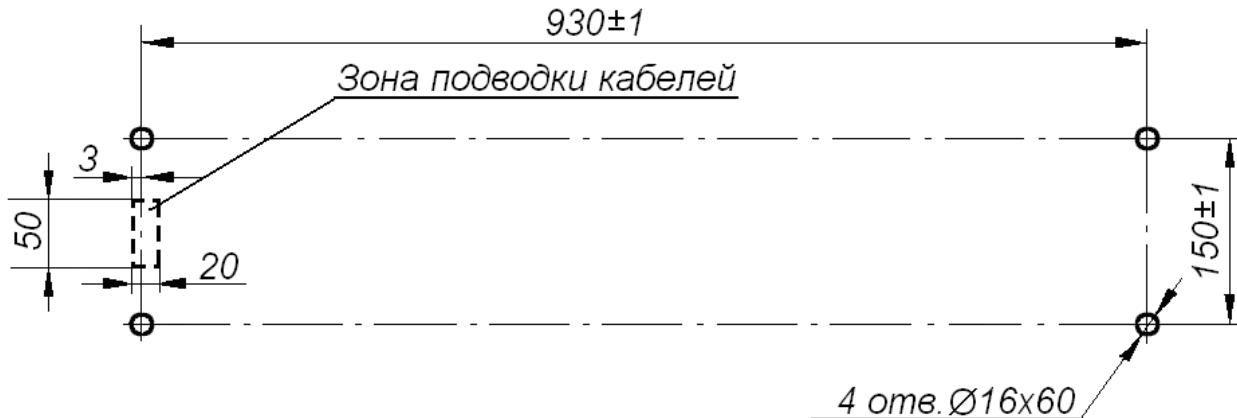
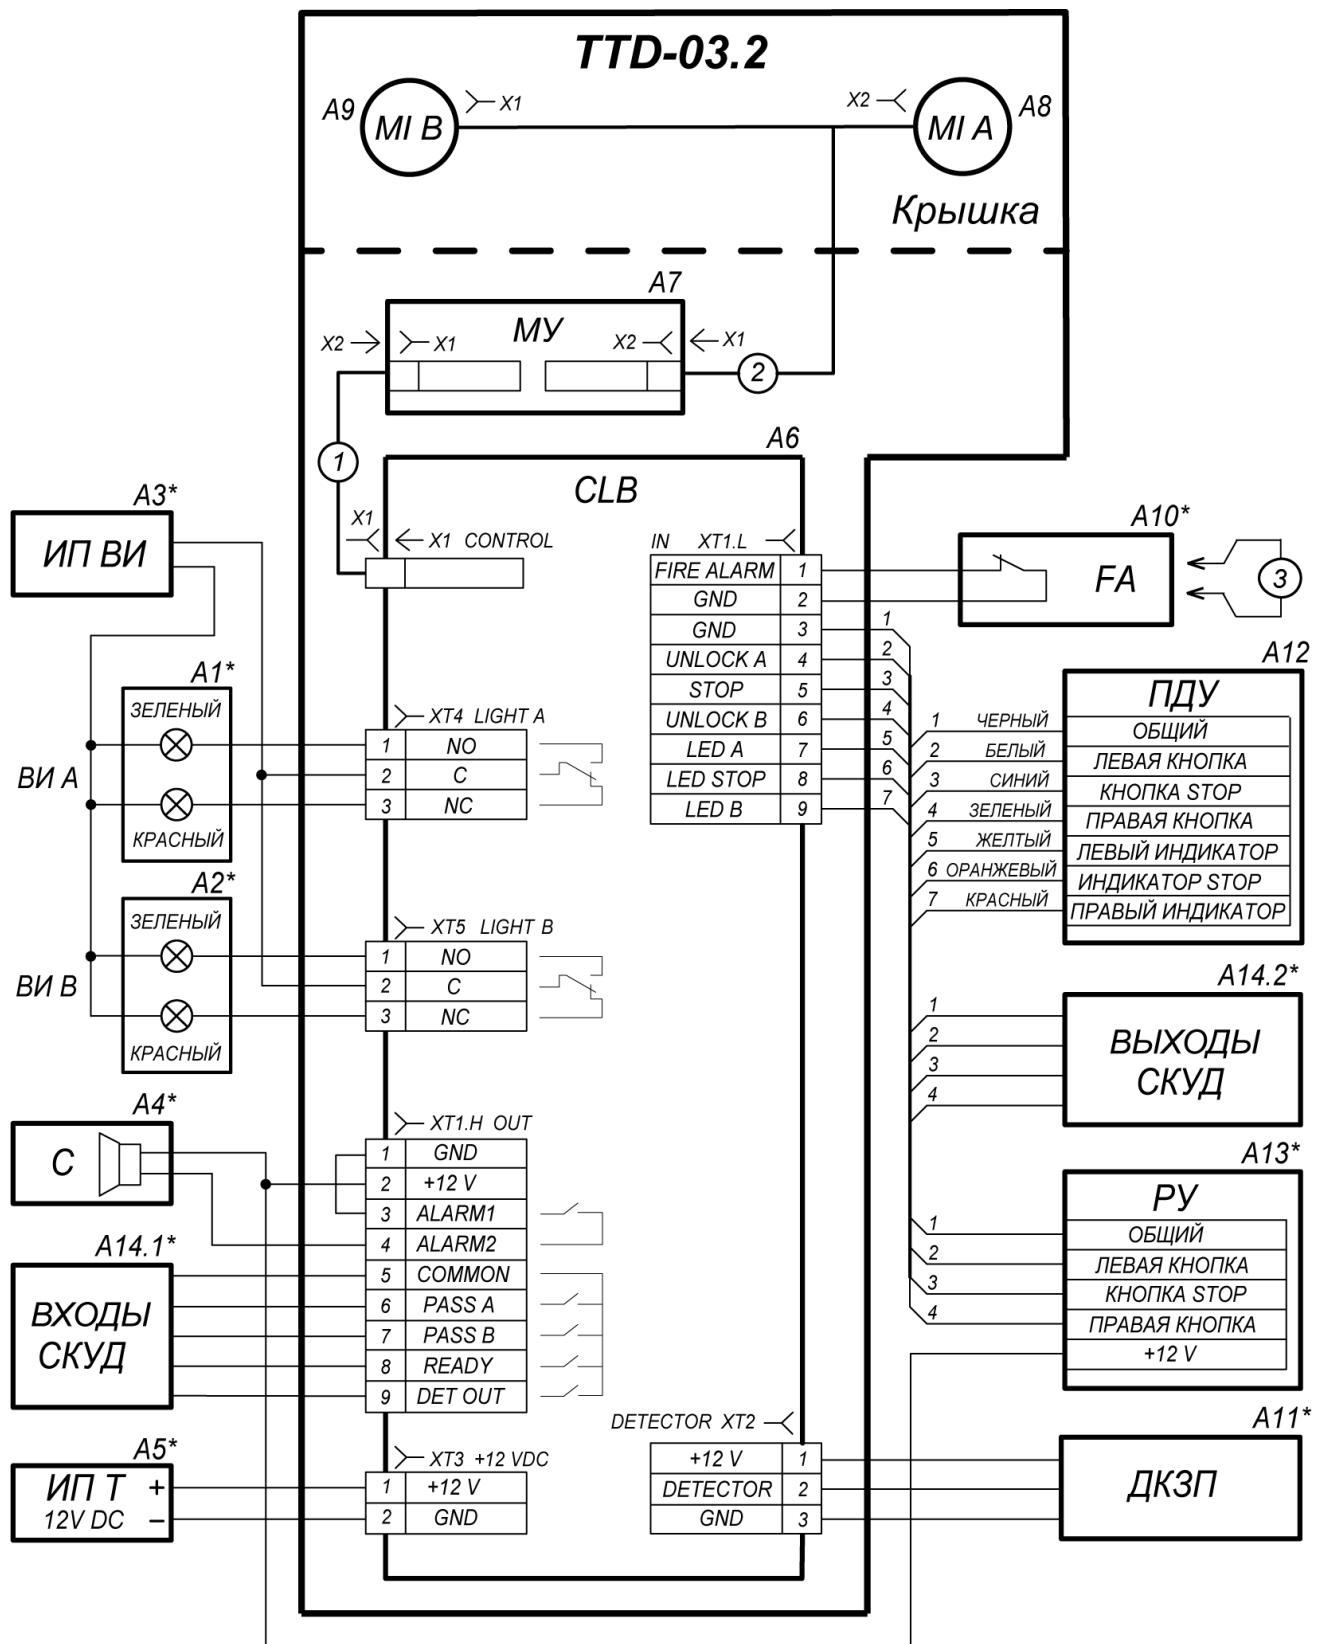

Рисунок 11. Схема разметки отверстий для крепления стойки турникета¹
Рисунок 13. Схема электрическая соединений¹
- производить разметку установочных отверстий в соответствии с рис. 11;
Схема подключения турникета приведена на рис. 13. Расположение клеммных колодок на плате управления указано на рис. 4. Используемые при монтаже кабели указаны и их максимальная длина указана в разд. 8.3. Рекомендации по подготовке установочной поверхности и организации зоны прохода приведены в разд. 8.1.
3. При необходимости прокладки кабелей под поверхностью пола подготовьте в полу кабельный канал, подходящий к зоне подводки указанных кабелей к стойке (рис. 11).
6. Для доступа к крепежным отверстиям основания стойки турникета снимите обе стенки внешние (2) в следующем порядке. С обеих сторон стойки турникета открутите рожковым ключом S10 две гайки M6 на кронштейне, фиксирующие верхнюю часть стенки внешней (2) на стойке турникета, после чего снимите стенку внешнюю, приподняв ее вверх. При этом внизу открывается доступ к крепежным отверстиям на основании.
8. Все подключения к плате CLB выполняйте в соответствии со схемой электрических соединений (рисунок 13). Прокладка кабелей внутри стойки турникета показана на рисунке 12.
10. Подключите кабель питания (10) от источника питания турникета к клеммной колодке XT3 на плате CLB. Подключите кабель ПДУ к клеммной колодке XT1.L на плате CLB. Подключите, при необходимости, кабели от других устройств к соответствующим клеммным колодкам платы CLB (см. рис. 13). При подключении устройства, подающего команду аварийной разблокировки, снимите перемычку в виде провода, установленную между контактами *Fire Alarm* и *GND* клеммной колодки XT1.L (*In*).
- позиции A4, A6 – A9, A11 – см. рисунок 13.
13. Для установки крышки стойки турникета (3) сориентируйте ее так, чтобы средняя планка на нижней части крышки была расположена со стороны замка крышки стойки турникета (6). Подключите кабели индикации, находящиеся в стойке турникета, снизу к разъемам в блоках индикации (4), затем аккуратно установите крышку стойки турникета (3) на каркас.
14. При этом поперечные уголки на крышке стойки турникета должны располагаться максимально близко к соответствующим штыревым направляющим в каркасе. После установки крышка стойки турникета (3) переводится в рабочее положение движением справа налево до упора и прижатием сверху, после чего фиксируется замком крышки стойки турникета. Замок крышки стойки турникета закрывается без ключа нажатием на механизм секретности до упора.
15. Для установки преграждающих планок снимите с планшайбы (7) крышку, отвернув винт. Отверните болт, установленный на преграждающей планке (5). Установите преграждающую планку в соответствующее посадочное место на планшайбе и зафиксируйте преграждающую планку болтом. Под головку болта установите пружинную шайбу. Затяжка болта должна обеспечивать надежную фиксацию преграждающей планки (без люфта).
17. Установите на планшайбу (7) крышку, закрепив ее винтом.